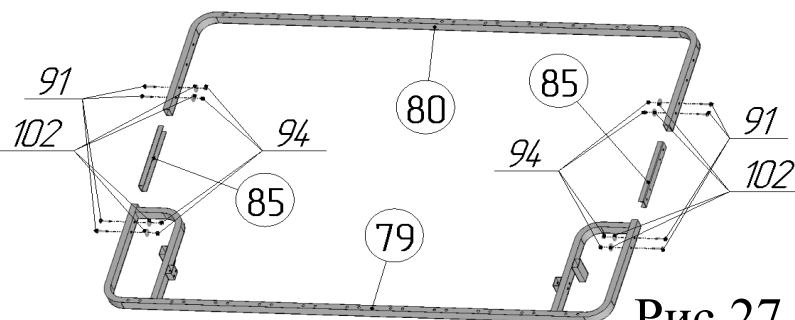

Рис.27
47. Соединить раму дивана переднюю поз.79 с рамой дивана задней поз.80 с помощью соединителей поз.85, винтов М6х30 поз. 91, шайб Ø6х18 стальных поз.102 и гаек М6 со стопорным кольцом поз. 94 (рис.27).